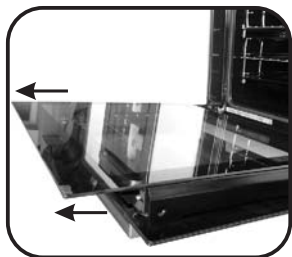

Figura 5
- Quitar el cristal tirando de él fuera del marco de la puerta. (Figura 5)